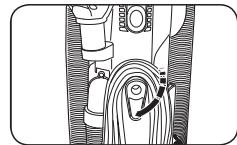

Fig. 2
- Le crochet de rangement du câble supérieur comprend une fonction de relâchement rapide. Pour libérer le cordon, faites pivoter le crochet vers le bas (Fig. 2).